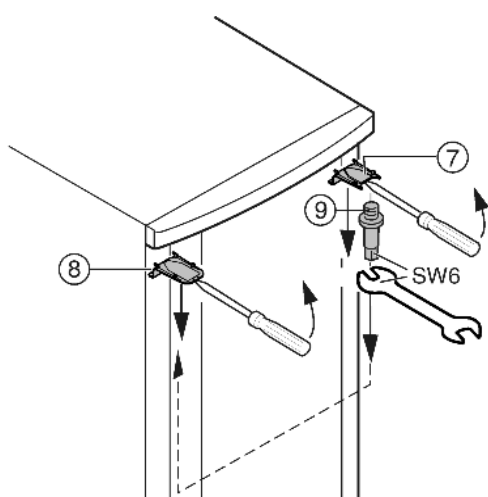

Fig. 6
- ▶ Faire déclipeter le cache *Fig. 6 (7)* en haut et le cache *Fig. 6 (8)* avec un tournevis devant et l'enlever diagonalement vers le bas.
- ▶ Dévisser le pivot d'appui *Fig. 6 (9)* et le visser du côté opposé (**avec 4 Nm**).
- ▶ Remonter le cache *Fig. 6 (7)* du côté du pivot d'appui : l'insérer par l'arrière et l'encliquer sur l'avant.
- ▶ Monter le cache *Fig. 6 (8)* sur le côté opposé: l'insérer par l'arrière et l'encliquer sur l'avant.
- ▶ Accrocher la porte dans le pivot d'appui *Fig. 6 (9)* supérieur.